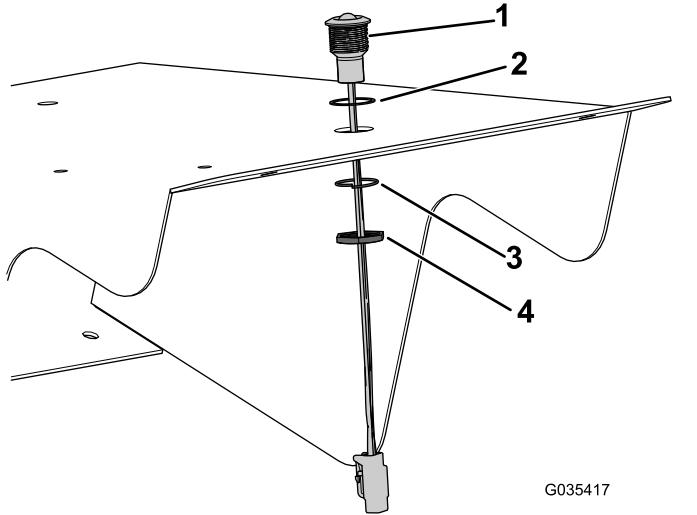

Рисунок 11
10. Установите индикатор на верхнюю часть крышки; см. правильную ориентацию на Рисунок 11.